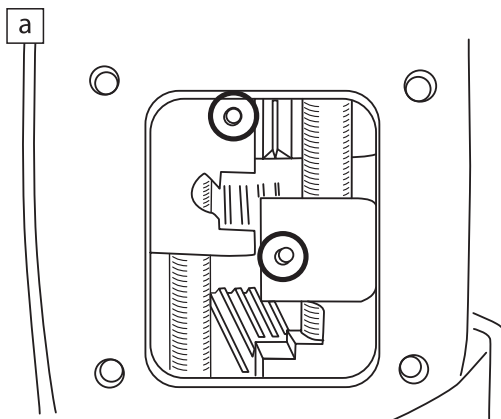

Рис. 13
1. Для установки однорычажного механизма, потребуется установить направляющие штифты в вилки переключения РК (диаметр штифтов 4 мм, высота надвилкой должна составлять 4-5 мм) (**Рис. 13**)